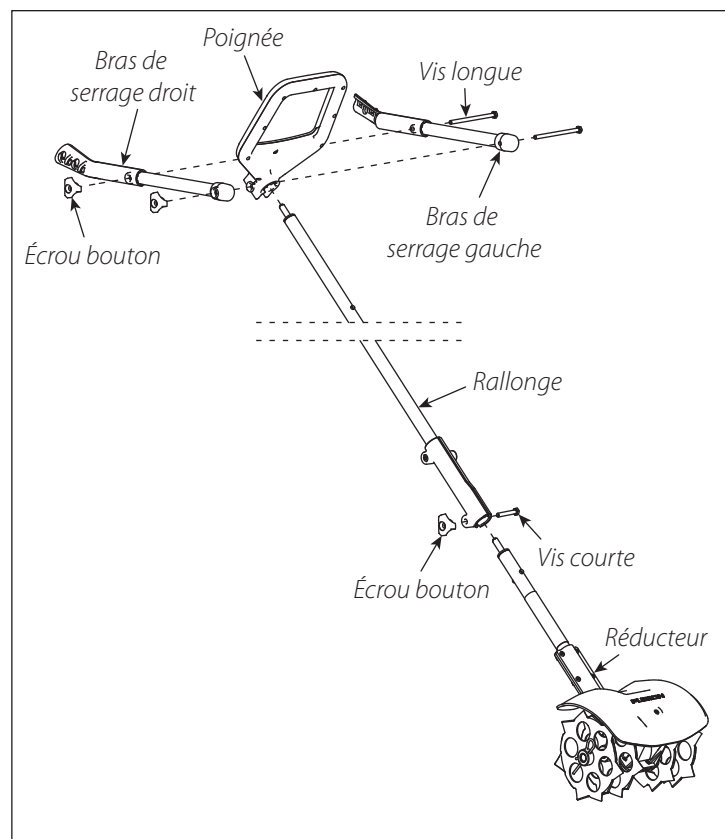

FIGURE 8
2. Desserrer et retirer les deux écrous boutons et les deux vis longues pour détacher les bras de serrage gauche et droit de la poignée. **VOIR FIGURE 8**
VOIR FIGURE 8